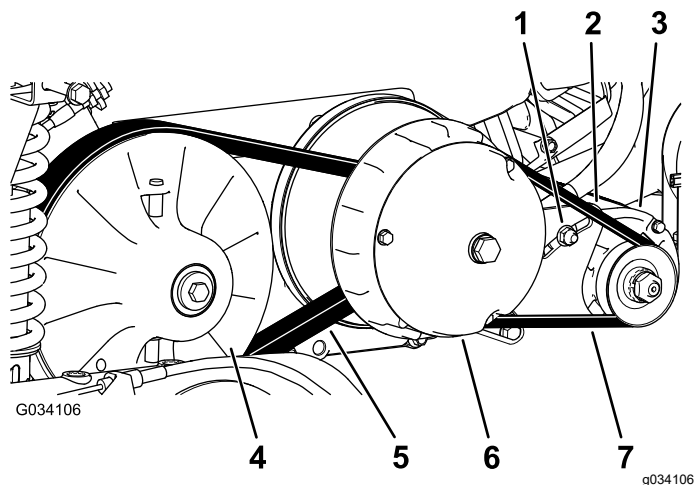

Figura 64
6. Rotii și verificai cureaua (Figura 64) pentru a determina urme de uzură excesivă sau de deteriorări.
3. Rotii și amplasai cureaua pe ambreiajul secundar (Figura 64).
4. Scoatei cureaua de pe ambreiajul primar (Figura 64).
5. Alinai cureaua nouă pe ambreiajul primar (Figura 64).
6. Rotii și amplasai cureaua pe ambreiajul secundar (Figura 64).
2. Slăbiți piulița de pivotare demaror-alternator (Figura 64).
4. Apăsai levierul în jos pentru a roti demarorul în jos, în fantă, doar până când tensionarea curelei permite o deflexie de 6 mm, cu o forță de 44 Nm (Figura 64).
5. Strângeți manual piulița de pivotare și îndepărtați levierul (Figura 64).